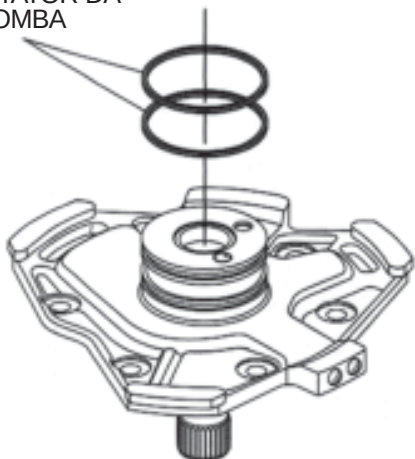

Figura 60
16. Instale dois novos anéis de vedação nas ranhuras do estator, conforme ilustrado na Figura 60.